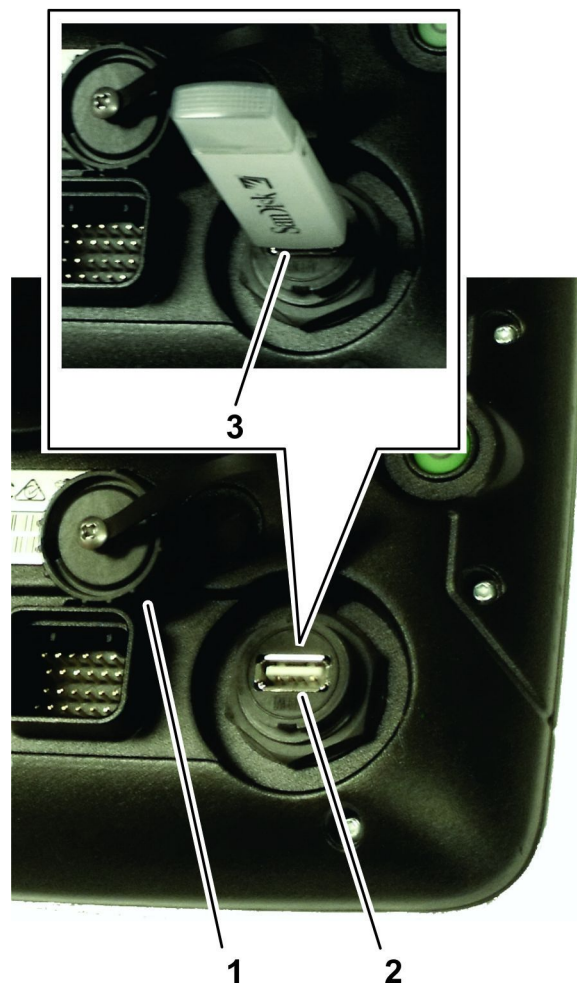

Figura 31
1. Retire el tapón del puerto USB situado debajo del botón de alimentación (Figura 31).
2. Inserte un dispositivo USB en el puerto USB (Figura 31).